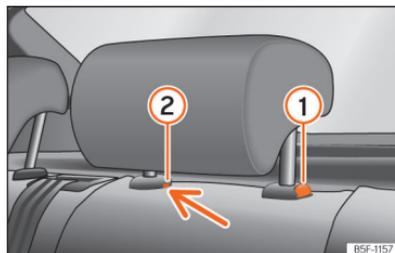

Fig. 78 Encostos de cabeça traseiros desmontagem.
- Pressione o botão »» Fig. 78 ① , pressionando ao mesmo tempo através do orifício da trava de segurança ② com uma chave de fendas plana com um máximo de 5 mm de largura e retire o encosto de cabeça.